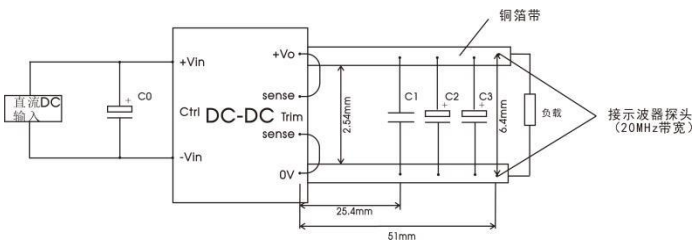

图 1
①遥控脚(Ctrl)控制引脚的电压是相对于输入-Vin;
②按 0%Io-100%Io 负载条件测试时, 48VDC 输出电压纹波&噪声≤400mV, 其他输出电压纹波&噪声≤300mV。纹波和噪声的测试方法参见图 1;
③引脚耐焊接温度非烙铁实际设定温度, 为良好焊接焊点所需的温度。客户实际设定温度需根据 PCB 厚度、覆铜大小差异, 烙铁功率、烙铁头选择不同综合设定。
所有该系列的 DC/DC 转换器在出厂前, 都是按照下图 1 推荐的测试电路进行测试。